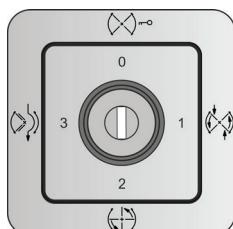

Рис. 119 Переключатель программ
3. Установить переключатель программ (рис. 119) в положение 0 – «Off» (Выключено).
4. По истечении времени ожидания (не менее 3 секунд) перезапустить карусельную дверь с помощью переключателя программ (рис. 119).